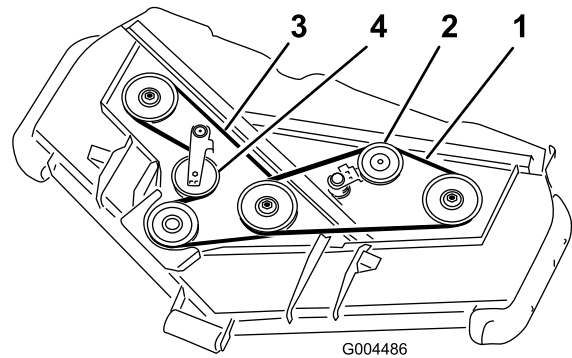

Bild 57
3. Schieben Sie mit einem Stemmeisen die Spannscheibe für den oberen Riemen (Bild 57) vom oberen Treibriemen, um die Riemenspannung zu lösen, sodass der Riemen von den Scheiben rutschen kann.
4. Schieben Sie mit einem Stemmeisen die Spannscheibe für den unteren Riemen (Bild 57) vom unteren Treibriemen, um die Riemenspannung zu lösen, sodass der Riemen von den Scheiben rutschen kann.
5. Verlegen Sie einen neuen Riemen um die Getriebescheibe, die unteren Spindelscheiben und die Spannscheibe, siehe Bild 57.
6. Verlegen Sie einen neuen Riemen um die oberen Spindelscheiben und die Spannscheibe, siehe (Bild 57).